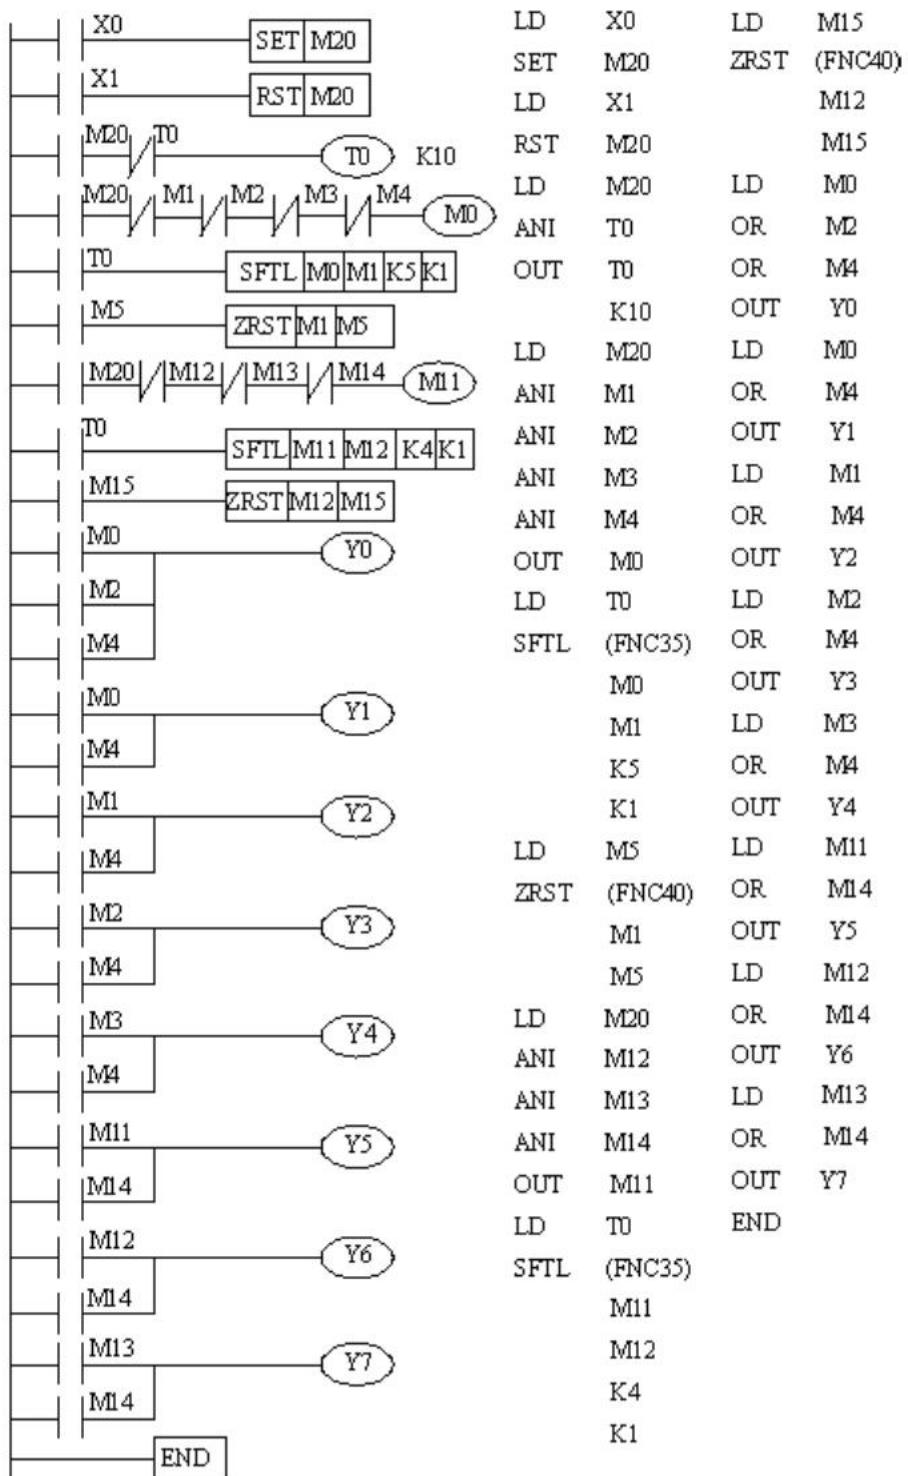

图 27 舞台艺术灯程序设计
根据真值表设计的 PLC 控制舞台艺术灯饰的程序（梯形图和指令表）如图 27 所示。
1. 按图 27 输入程序。